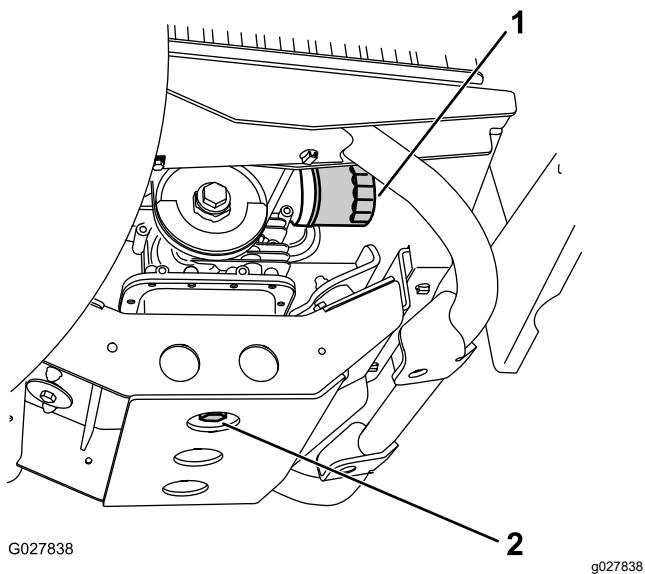

Figura 31
- Coloque un recipiente debajo del tapón de vaciado (Figura 31).
- Retire el tapón de vaciado (Figura 31).
- Instale el tapón de vaciado y la junta (Figura 31) y apriete a 45–53 N·m (33–39 pies-libra).
- Enrosque el filtro nuevo sobre el adaptador del filtro hasta que la junta toque la placa de montaje, luego apriete el filtro $\frac{1}{2}$ – $\frac{3}{4}$ de vuelta más (Figura 31).
- Retire el filtro de aceite (Figura 31).